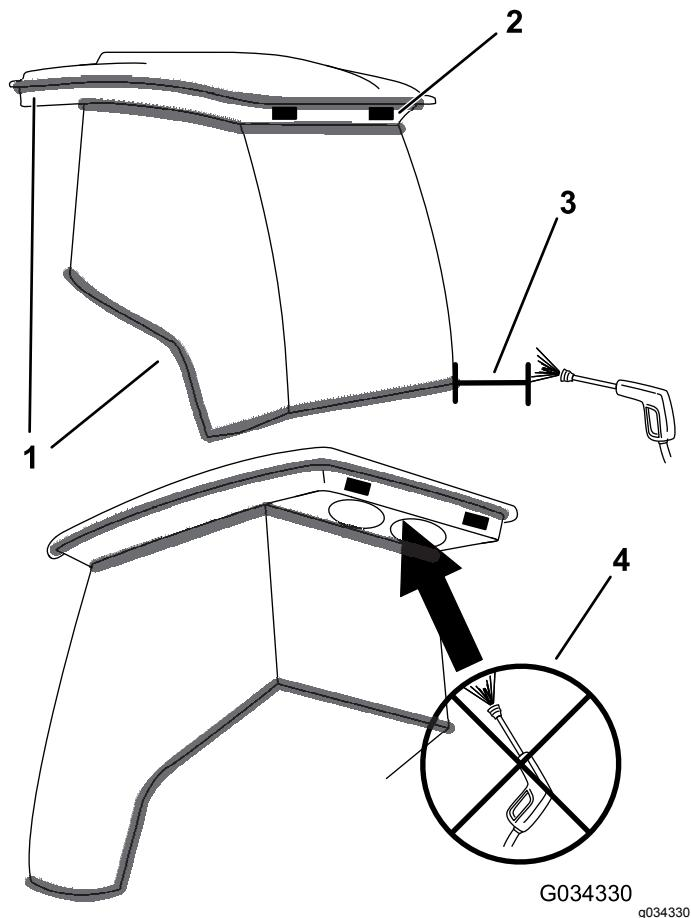

Рисунок 55
**Внимание:** Соблюдайте меры предосторожности при очистке зон вокруг уплотнений и осветительных приборов на кабине (Рисунок 55). При использовании воды под давлением, держите распылитель на расстоянии не менее 0,6 м от машины. Не направляйте воду под давлением непосредственно на уплотнения и осветительные приборы кабины или под задний свес.